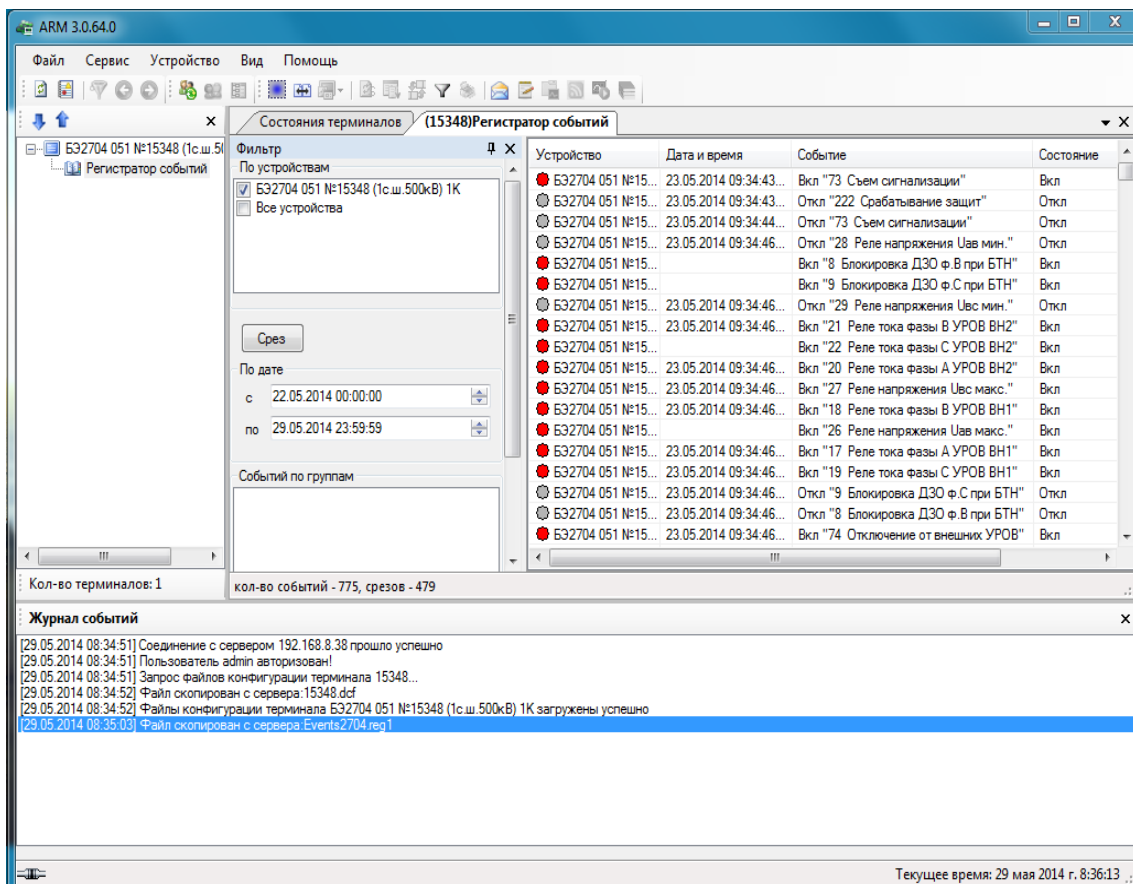

Рисунок 2.59.13
– в программе **АРМ** в меню терминала БЭ2704 выбрать пункт **Регистратор событий**, в котором можно просматривать события (рисунок 2.59.13).